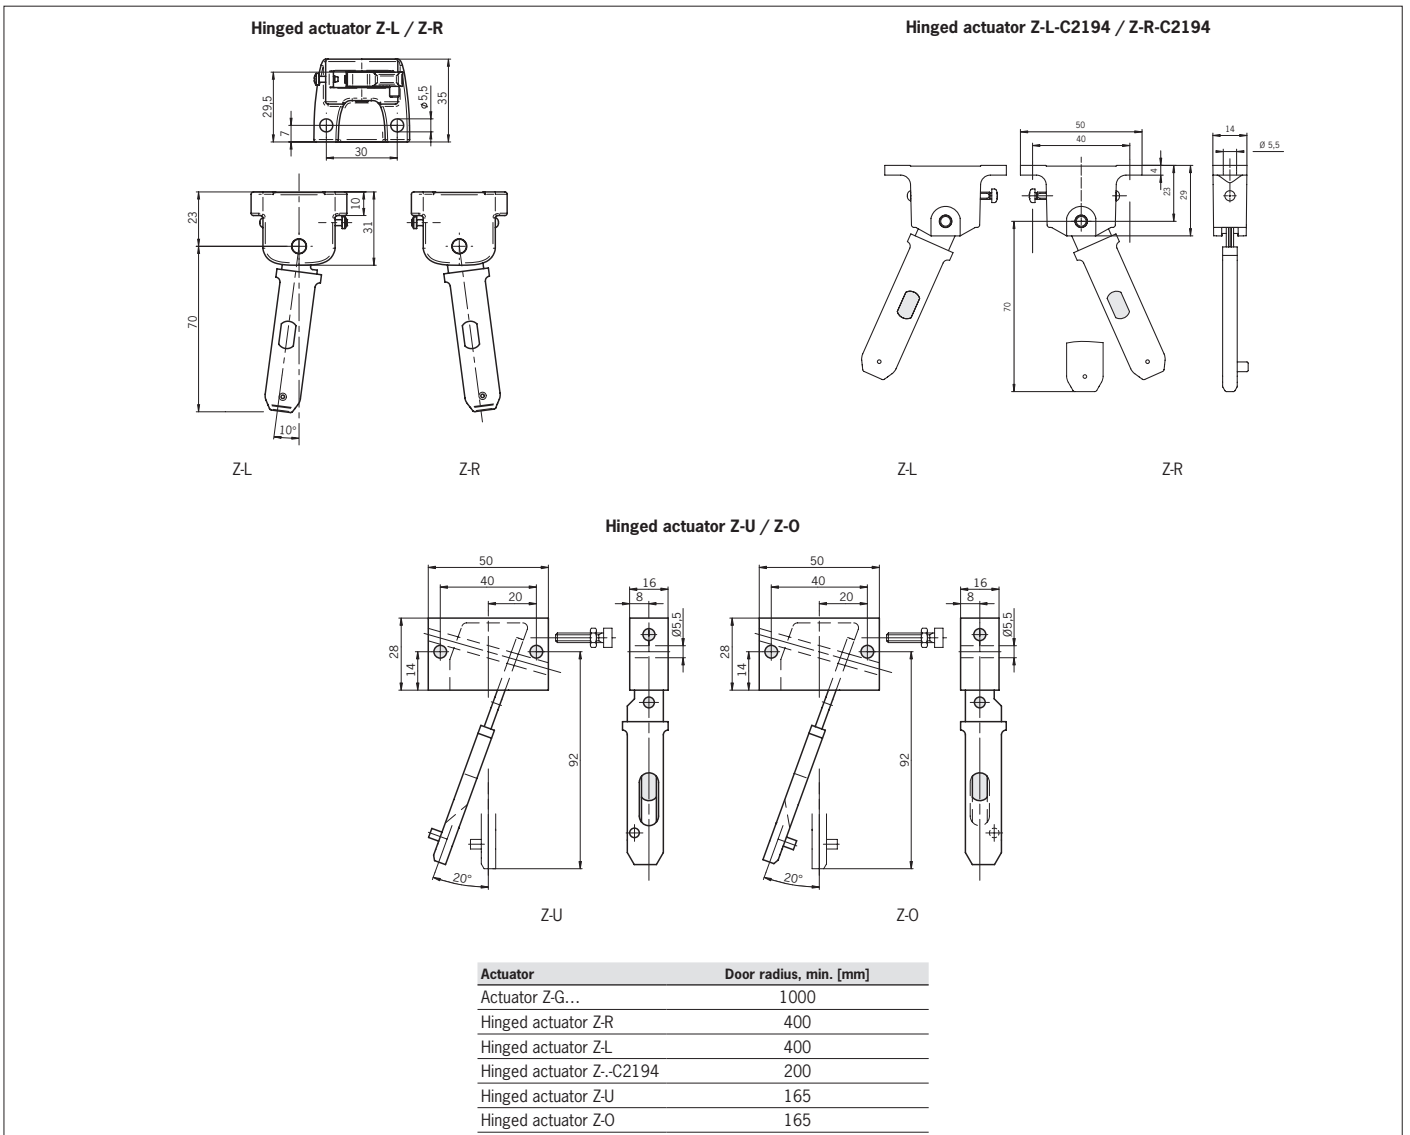

Fig. 5: Minimum door radii
- ▶ Tenez compte également du rayon de porte et des possibilités de fixation (voir Fig. 5).